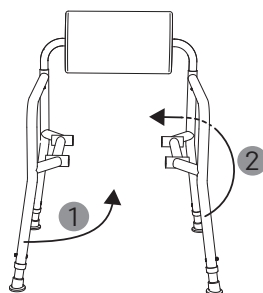

fig. 26
3. Ora si può chiudere la sedia (1, 2, fig. 26) ruotando una fiancata verso l'interno e l'altra verso l'esterno.